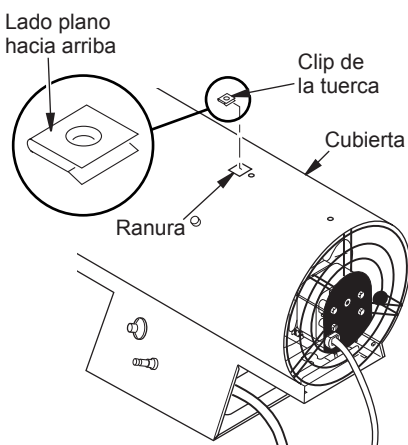

Figura 4 - Instalación del clip de la tuerca
2. Inserte el clip de la tuerca (proporcionado junto con la manija) con el lado plano hacia arriba a través de la ranura en la parte superior de la cubierta. Alinee los orificios en el clip de la tuerca con el orificio de tornillo situado detrás de la ranura en la parte superior de la cubierta (consulte la figura 4).